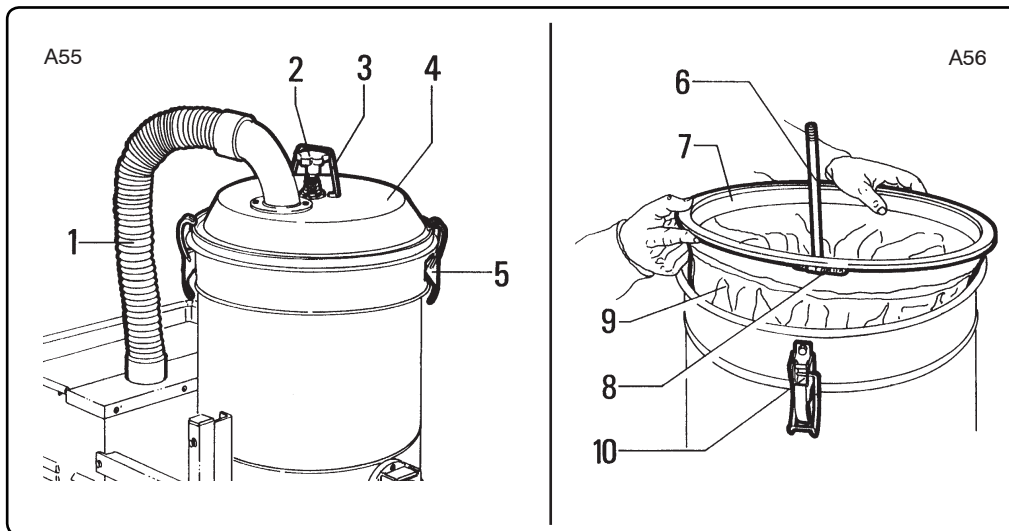

Fig.8.5.1
8.5.1 - Sostituzione filtro primario (fig. 8.5.1)**8.5.1 - Changing the primary filter (fig. 8.5.1)****8.5.1- Remplacement du filtre principal (fig. 8.5.1)****8.5.1 - Ersetzen des Hauptfilters (Abb. 8.5.1)****ATTENZIONE!!**